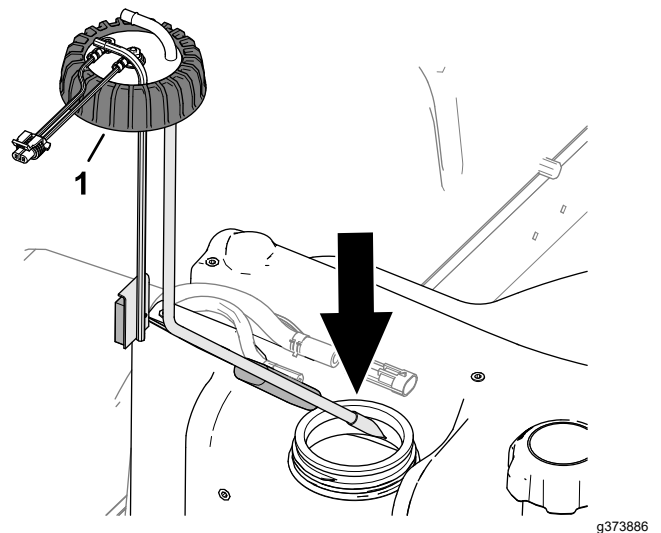

Figura 127
2. Montați cu atenție tubul de colectare a combustibilului i flotorul în rezervorul de combustibil (Figura 127).